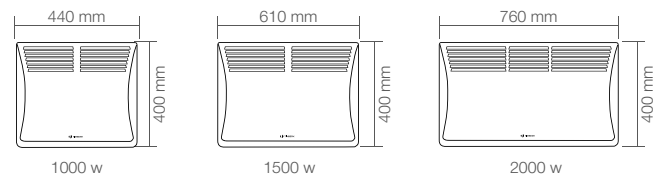

Рис. 3
4. Согласно рис. 3 (в зависимости от мощности прибора) просверлите в стене отверстия, вставьте в них дюбели, и закрутите установочные винты.